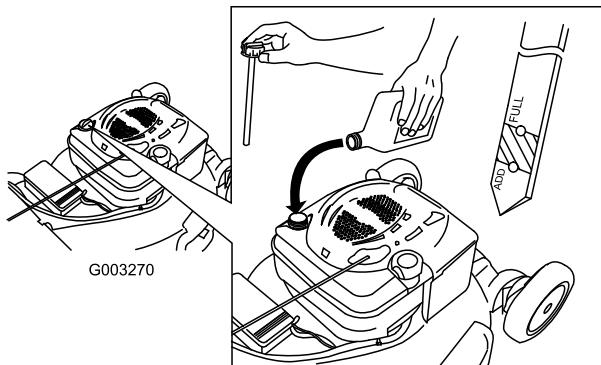

Bild 7
1. Ziehen Sie den Peilstab heraus (Bild 7).
2. Füllen Sie das Öl **langsam** in den Einfüllstutzen ein, um den Ölstand auf die Voll-Marke am Peilstab anzuheben (Bild 7). **Füllen Sie nicht zu viel ein.** (Max. Füllstand: 0,59 l des Typs: Waschaktives SAE 30W-Öl mit der Klassifizierung SF, SG, SH, SJ, SL oder höher durch das American Petroleum Institute (API).)